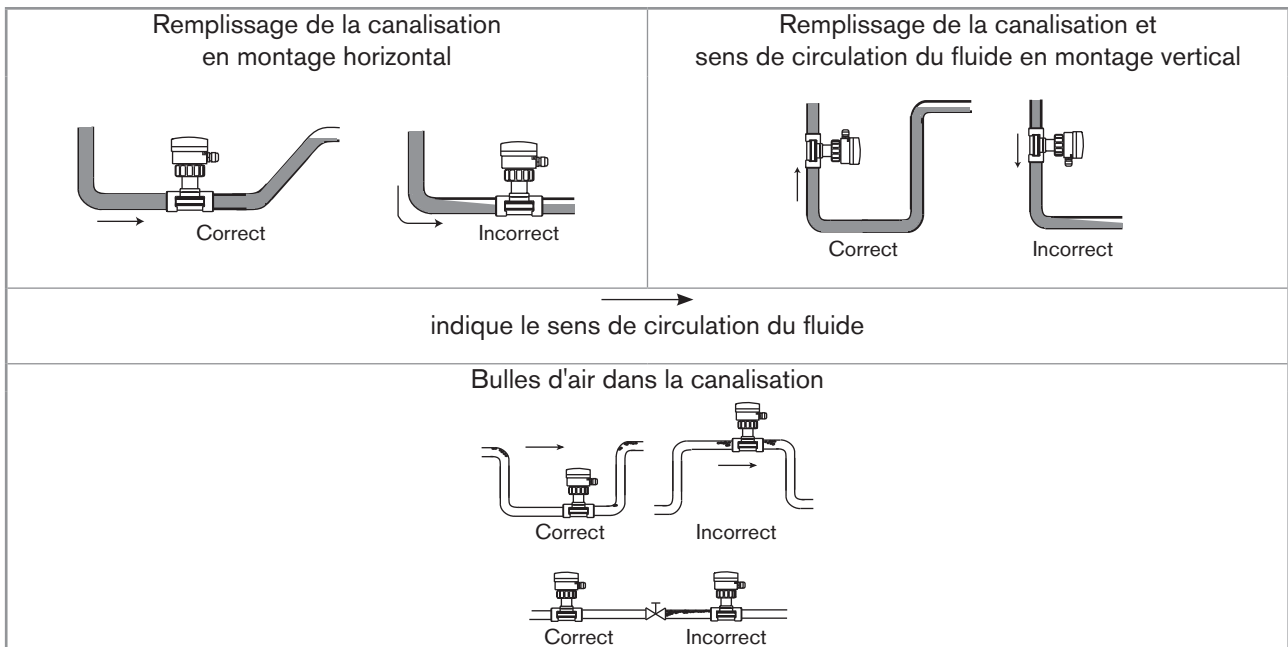

Fig. 11 : Remplissage de la canalisation, sens de circulation du fluide, montage vertical et bulles d'air dans la canalisation
- la canalisation soit toujours remplie au niveau du capteur (voir Fig. 11).
- en montage vertical, le sens de passage du fluide soit ascendant (voir Fig. 11).
- les bulles d'air ne se forment pas au niveau du capteur (voir Fig. 11).
- la canalisation soit toujours remplie au niveau du raccord-capteur (voir Fig. 11 au chap. 7.2.1).
- en montage vertical, le sens de passage du fluide soit ascendant (voir Fig. 11 au chap. 7.2.1).
- les bulles d'air ne se forment pas au niveau du raccord-capteur (voir Fig. 11 au chap. 7.2.1).